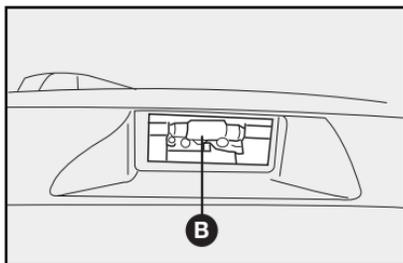

fig. 48
3) retirar la lámpara **B-fig. 48** y sustituirla.